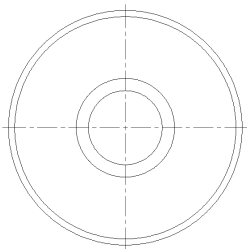

图 2-33 绘制同心圆
② 用同样的方法绘制半径分别为 180 和 190 的同心圆, 如图 2-33 所示。
(4) 绘制定位孔。